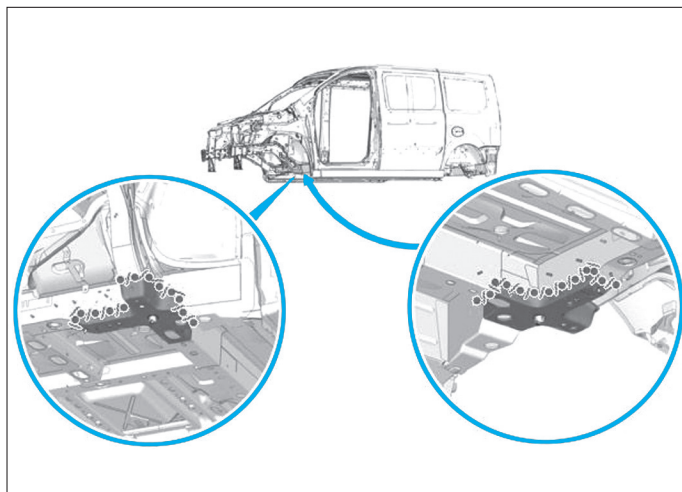

FIG. 4
- Appliquer une couche d'impression phosphatante sur la zone mise à nu (Fig.4).